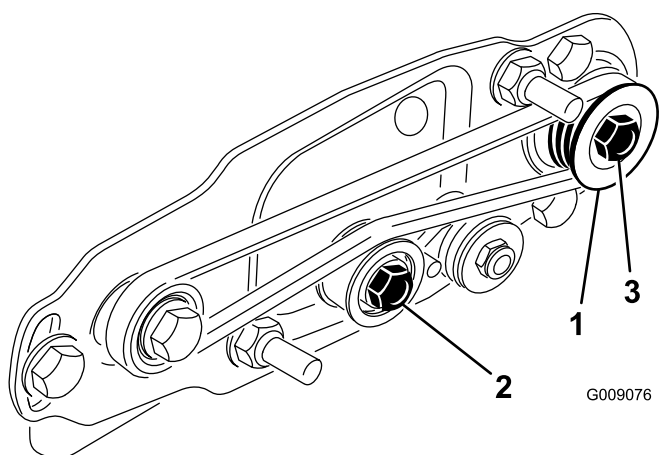
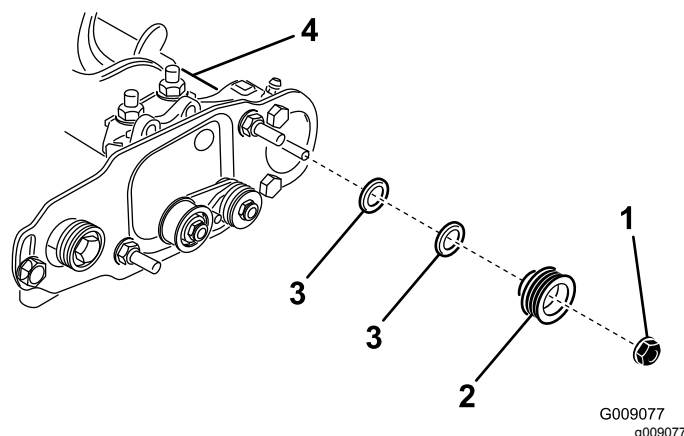

Figura 39
Figura 40
1. A polia acionada (no eixo da escova do rolo) pode-se movimentar para dentro ou para fora (Figura 39).
- Rodando o cilindro, que por sua vez roda a polia de transmissão, levante a correia da polia de transmissão (Figura 39).
- Retire a porca de retenção de 5/16 pol. que fixa a polia acionada ao eixo da escova (Figura 39 ou Figura 40).
- Retire a polia acionada do eixo (Figura 40).
- Se a polia necessita de sair mais, adicione um espaçador de 0,8 mm de espessura (Figura 40). Se a polia necessita de entrar mais, remova o espaçador existente de 0,8 mm de espessura.